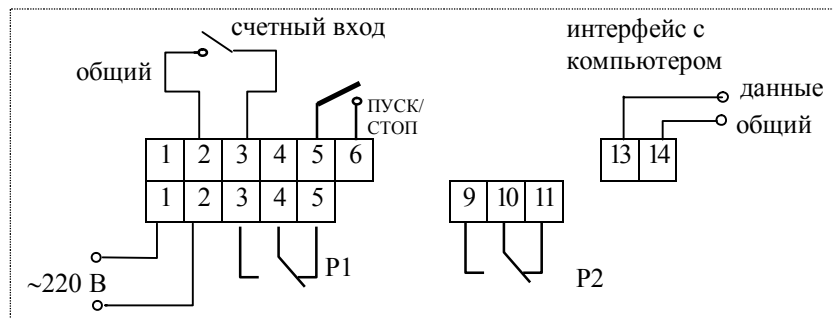
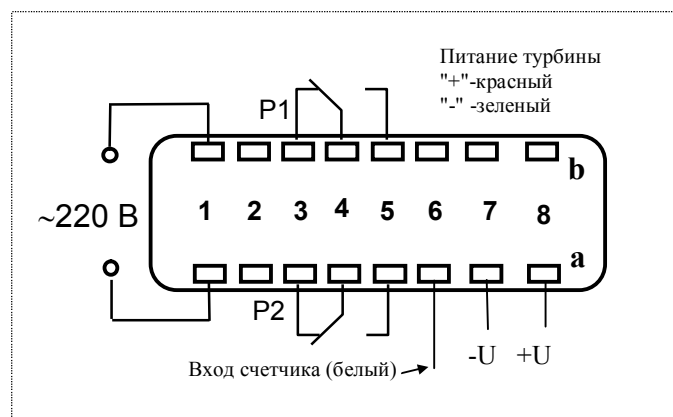
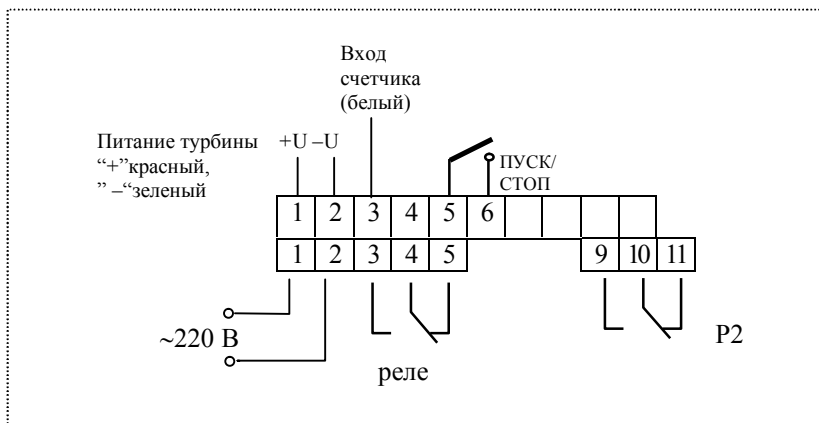

Рис.2 Цифровой счетчик 3701 (исполнение с клеммными колодками)
Рис.3 Цифровой счетчик 3701
Рис. 4 Цифровой счетчик 3701 (для подключения турбины)
5.1 Подключить ЦС согласно рис. 2 для модели 3701, рис. 3 для модели 3702 или рис. 4 для модели 3703 ПРИЛОЖЕНИЯ при выключенном общем питании. Проверить правильность подключения прибора и заземления.